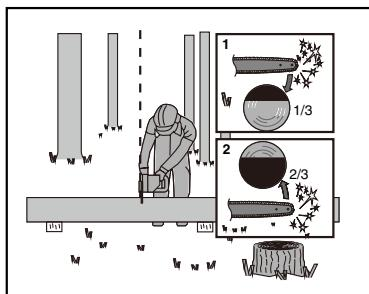

Bild 5
När stocken stöttas i båda ändarna, så som visas på bild 5, såga 1/3 diameter från ovansidan (kapning från ovansidan) (1). Gör sen den avslutande kapningen genom kapning från undersidan, från de undre 2/3 (2), för att möta den första sägningen.